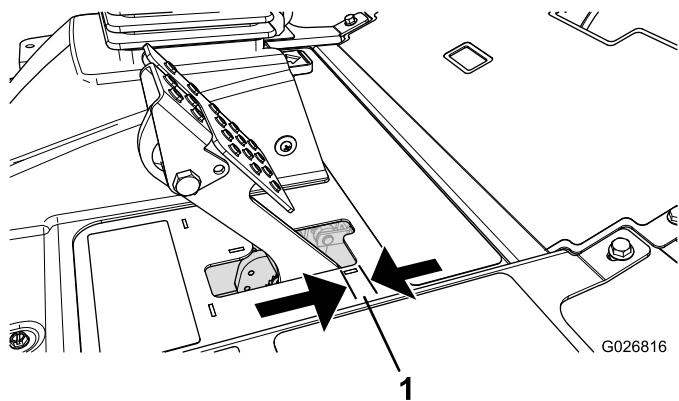

图55
当刹车踏板的自由行程（图55）超过 2.5cm 时，或需要施加更大保持力时，应调节刹车。自由行程是您感到刹车阻力之前，刹车踏板移动的距离。
2. 紧固后螺母，向后移动拉线，直到刹车踏板的自由行程（图55）达到 6.3~12.7mm，然后锁定车轮。